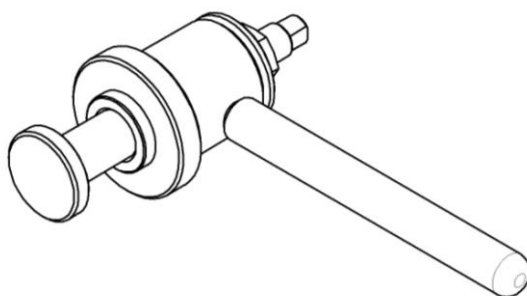

Рис. 4. Приспособление для запрессовки манжет.
- Для качественной запрессовки необходимо использовать специальное приспособление (рис. 4).